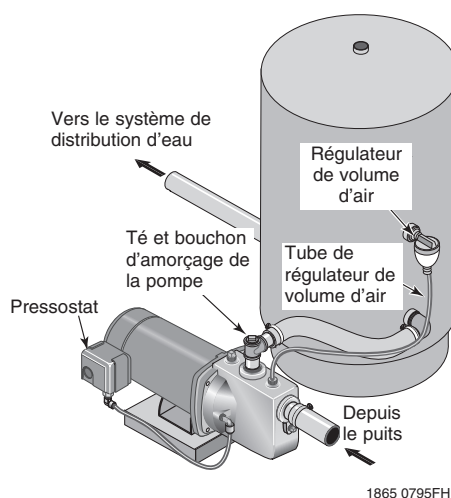

Figure 5 : Raccordement de réservoir standard
RACCORDEMENT D'UN RÉSERVOIR STANDARD (FIGURE 5)
- 1° Installer un té dans l'orifice de refoulement de la pompe (voir Figure 5).
- 3° Déposer le bouchon tubulaire de 1/8 po NPT du régulateur de volume d'air (AVC) de la pompe (voir Figure 5). Installer un tube entre l'orifice AVC de la pompe (voir Figure 5) et l'orifice du régulateur monté sur le réservoir. Pour plus de détails, se reporter aux notices fournies avec le réservoir et le régulateur AVC. L'emplacement de l'orifice de l'AVC peut varier selon le modèle de pompe utilisé (voir les vues éclatées à la page 9).